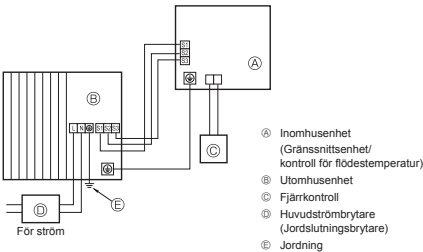
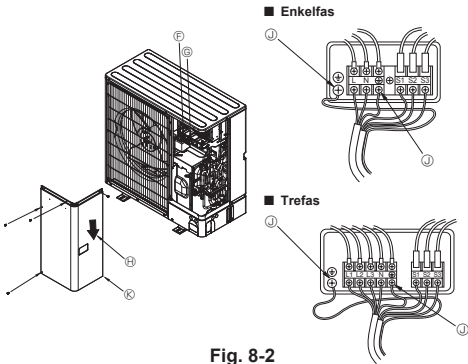

Fig. 8-1
Fig. 8-2
### 8.1. Utomhusenhet (Fig. 8-1, Fig. 8-2)
- ① Ta bort servicepanelen.
- ② Hänvisa till fig. 8-1 och fig. 8-2 när kablarna dras.